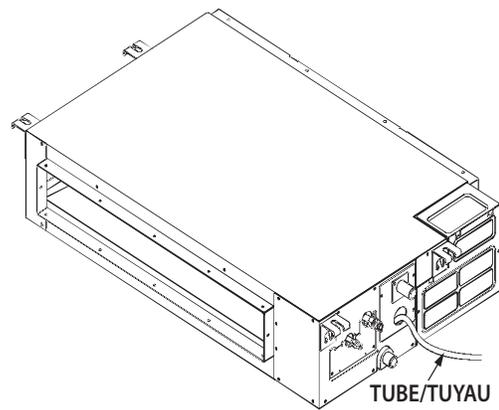

Figure 24 – Bout de tube
2. À l'aide d'un bout de tube, versez 70 oz d'eau dans le réservoir de la pompe de relevage de condensat (consultez la figure 24).